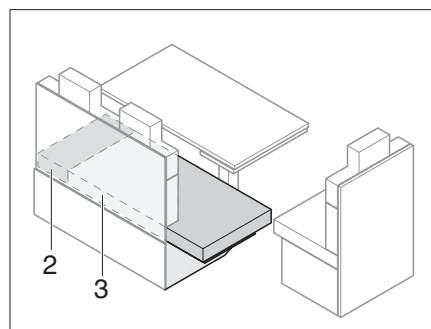

Fig. 143 Dopo l'estrazione
- Tirare i cuscini del divano (Fig. 143,3) sulla prolunga del divanetto.
- Posizionare i cuscini aggiuntivi (Fig. 143,2) tra i cuscini del divano (Fig. 143,3) e la parete esterna.
- Togliere i cuscini aggiuntivi (Fig. 143,2).
- Tirare i cuscini (Fig. 143,3) sul divanetto.